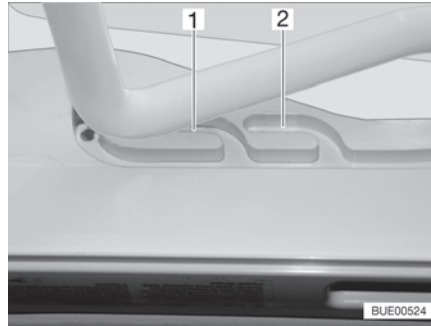
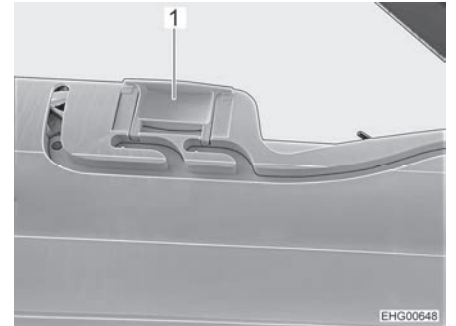

Bild 32 Spår (ventilationsläge)
Bild 33 Lås (ventilationsläge)
Heki-takluckan kan ställas i två ventilationslägen: Läget för dåligt väder (Bild 32,1) och mittläget (Bild 32,2). Beroende på modell kan takluckan låsas i mittläget med de båda spärrarna (Bild 33,1) till höger och vänster om ramen till takluckan.
- Tryck bygeln lätt uppåt och skjut in den i det valda spåret (Bild 32,1 eller 2) och lås eventuellt.